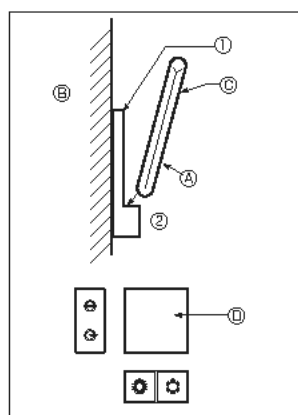
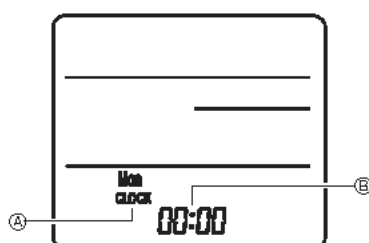

Fig. 7-7
Fig. 7-8
2) Metodo di installazione (Fig. 7-7)
① Fissare il supporto del telecomando nel punto desiderato usando 2 viti autofilanti.
② Inserire l'estremità inferiore del telecomando nel supporto.
③ Telecomando ④ Parete ⑤ Pannello display ⑥ Ricevitore
3) Impostazione (Impostazione orologio) (Fig. 7-8)
① Inserire le batterie o premere il pulsante **CLOCK** con qualcosa di appuntito. [CLOCK] ② e [] ③ lampeggiano.
② Premere il pulsante **RESET** con qualcosa di appuntito.
③ Premere il pulsante **▲** per regolare l'ora.